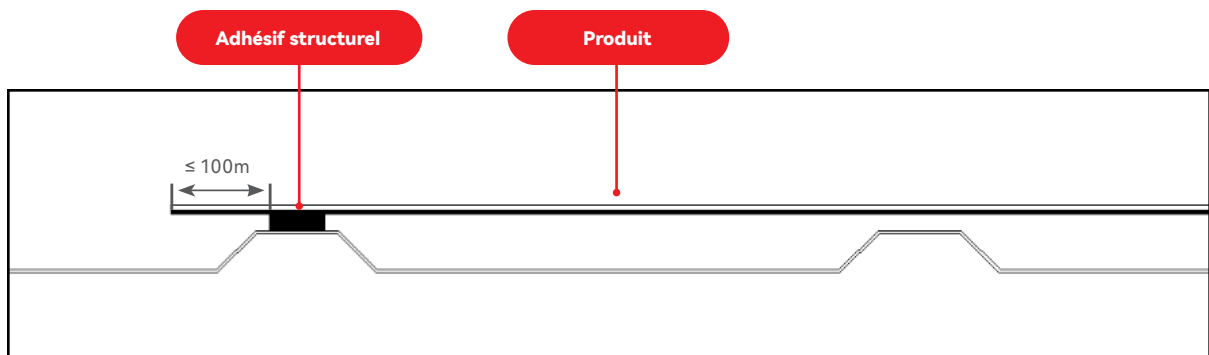

FIGURE 3
② La distance entre le produit et la nervure à chaque extrémité ne doit pas dépasser 100 mm. (comme indiqué dans la figure 3)